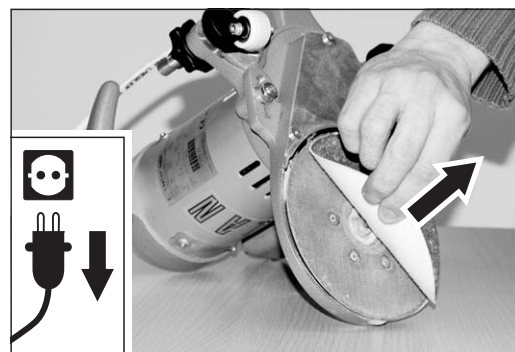

Abb. 16 Die Klettschleifscheibe vom Schleifteller abziehen.
- 3 Ziehen Sie die Klettschleifscheibe vom Schleifteller ab (Abb. 16).